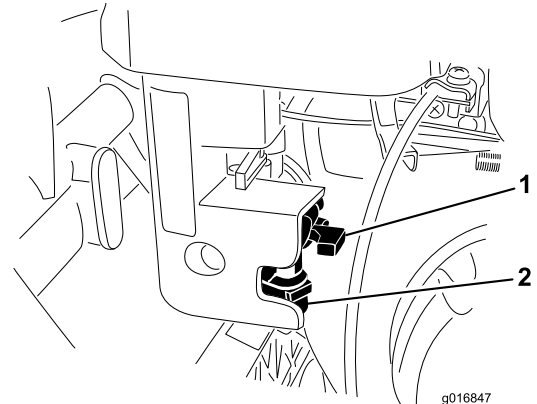

図 36
1. 燃料バルブを閉じて、フィルタのボディから燃料カップを外す 図 36。